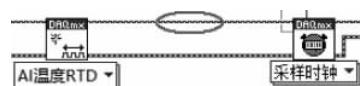
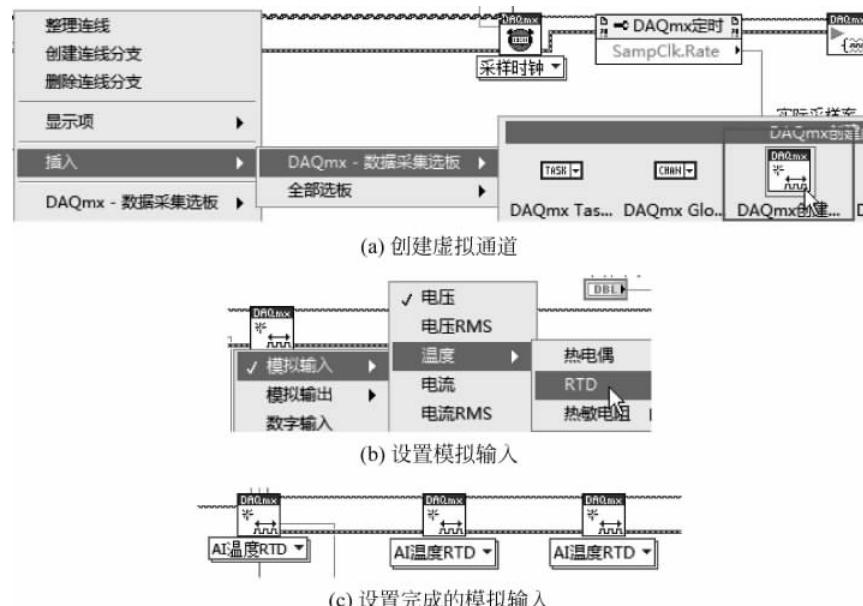

图 3-15 标识位置
图 3-16 创建并设置虚拟通道
② 本实例进行温度测量时需要用到 3 个贴片式 RTD 温度传感器，因此在图 3-15 中标出的位置处插入两个“AI 温度 RTD”函数；如图 3-16(a)所示，选中图中的连接线然后右击，在弹出的快捷菜单中选择“插入”→“DAQmx-数据采集选板”→“DAQmx 创建虚拟通道”图标，然后单击 AI 电压“多态 VI 选择器”下拉列表框，选择“模拟输入”→“温度”中的 RTD 选项，如图 3-16(b)所示。最终结果如图 3-16(c)所示。